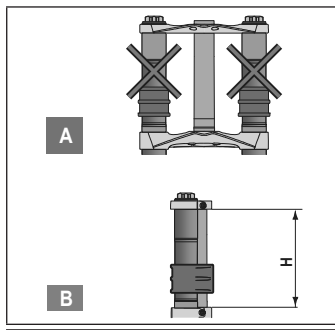

Рис. 2
– Корона не крепится на участках «ног», помеченных крестиками на Рис.2А. Ноги вилки 888 в районе крепления корон имеют секции с различным диаметром. Устанавливайте корону так, чтобы она размещалась на большем диаметре ног.
– На вилках с двойной короной максимальная длина штока (трубы) между двумя коронами (См. Рисунок 2В) должна быть меньше, чем длина (Н), как показано в Таблице 1.
На резьбу болтов крепления дискового тормоза (См. Рис. 2А, 2В в Таблице 2) нанесен специальный герметик. При демонтаже-монтаже болта нужно снова нанести герметик.